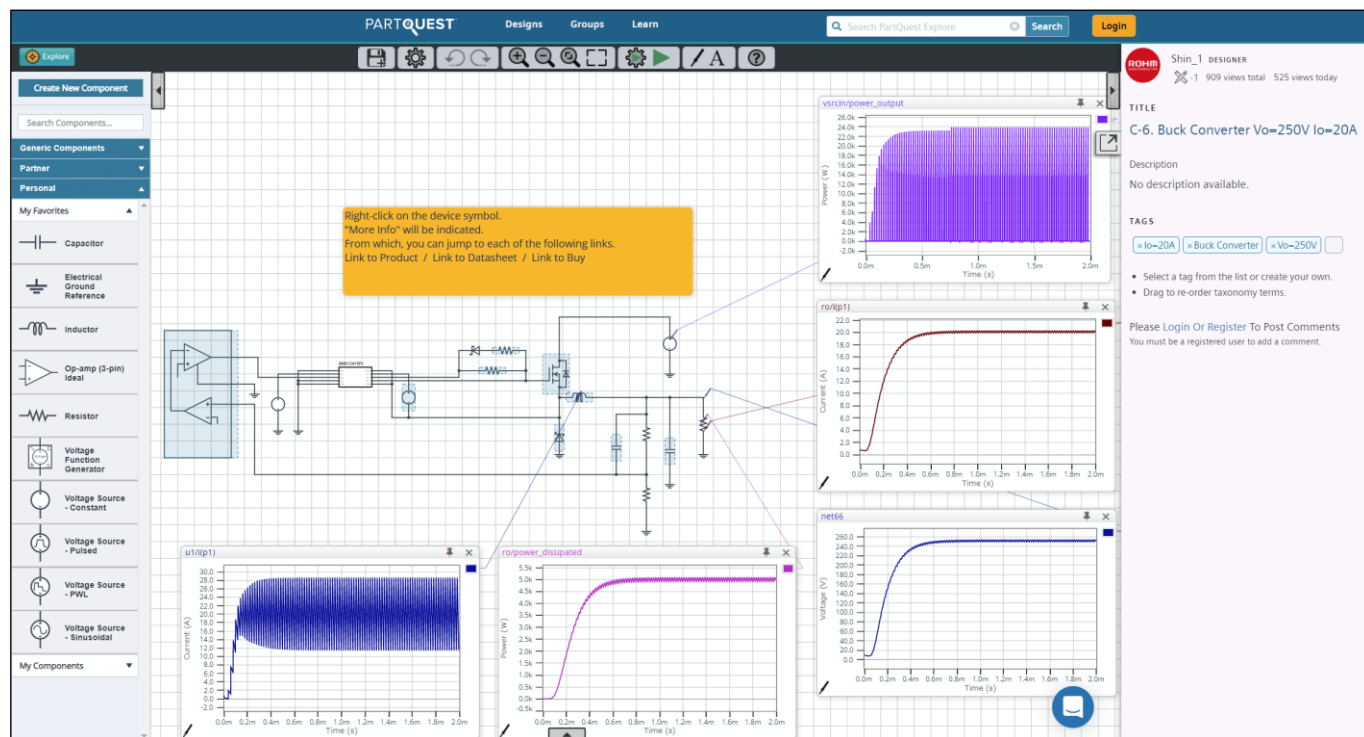

Figure 5. エクスポートした回路図が PartQuest™ Explore 上に表示される
2. 新たに Web ブラウザーが起動し、エクスポートした回路図が PartQuest™ Explore 上に表示されます (Figure 5)。